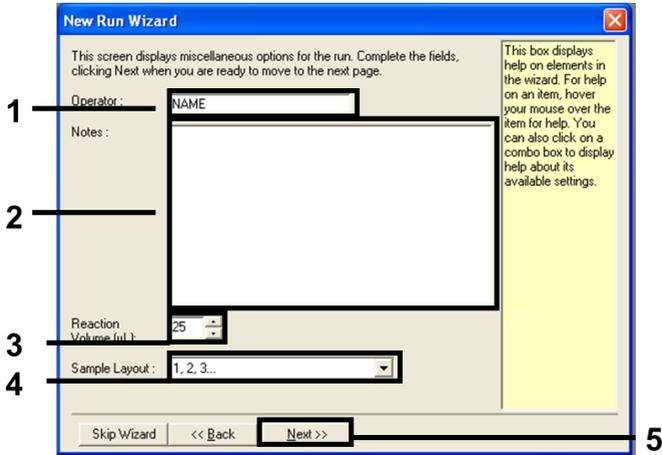

Abbildung 2. Eingeben des Bedienernamens und des Reaktionsvolumens
4. Geben Sie in das Feld Operator (Bediener) den Namen des Bedieners ein. Geben Sie Anmerkungen ein und stellen Sie den Wert im Feld Reaction Volume (Reaktionsvolumen) auf 25 ein. Vergewissern Sie sich, dass für die Werte im Feld Sample Layout (Probenkonfiguration) 1, 2, 3... ausgewählt ist. Klicken Sie auf Next (Weiter) (Abbildung 2).